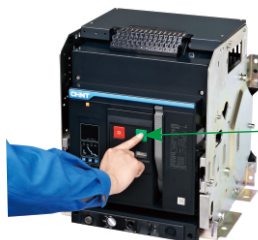

图55 手动合闸操作
- 合闸：当断路器处于分闸储能状态时(如带有欠电压脱扣器,请先确保欠压已通电吸合)，如图55按下绿色“|”按钮，断路器合闸，断路器由分闸储能状态转换为合闸释能状态。